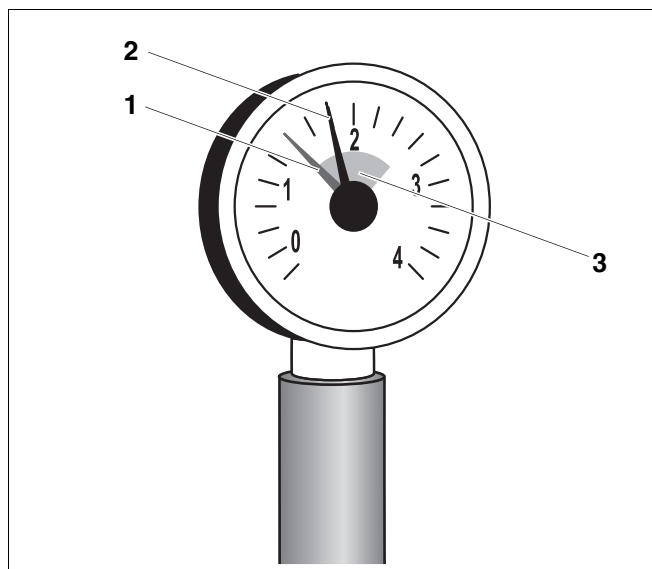

Fig. 5 Manometru pentru instalații închise
La instalațiile închise indicatorul manometrului (Fig. 5, **Poz. 2**) trebuie să se situeze în interiorul marcajului verde (Fig. 5, **Poz. 3**). Indicatorul roșu (Fig. 5, **Poz. 1**) al manometrului trebuie să fie reglat în dreptul presiunii necesare pentru instalație.
- Dacă indicatorul manometrului (Fig. 5, **Poz. 2**) trece sub marcajul verde (Fig. 5, **Poz. 3**), atunci presiunea apei în instalație este prea joasă. Completați apa din instalație (vezi Capitol 3 "Utilizați apă corespunzătoare pentru umplere și pentru completare", pagina 7).